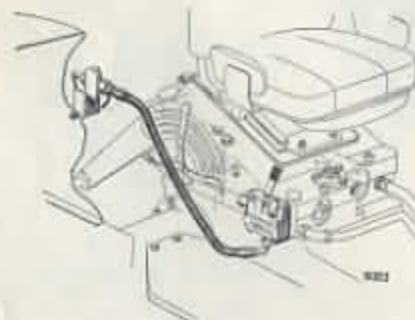

Fig. 55
- a) 1 raccordement: 1 seul distributeur à simple effet (uniquement montée ou descente) Cf. Fig. 55